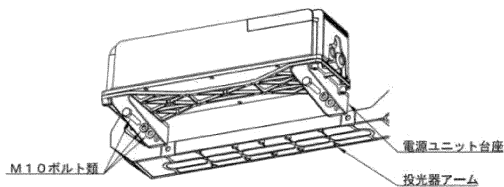

図1
①図1のように、適合器具の投光器アームと電源ユニット台座を適合器具に付属されているM10ボルト類で締結し、適合器具の組み立てをしてください。